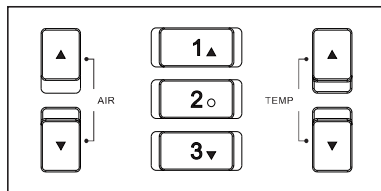

Рис. 1-6
1. Открытие быстрой настройки температуры: чтобы быстро открыть настройки температуры и надува, нажмите кнопку 1, 2 или 3 (рис. 1-6) при работе.